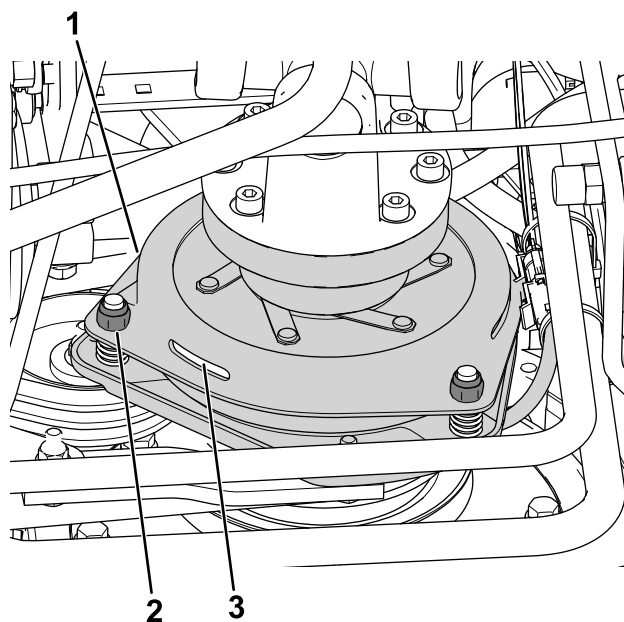

図 76
3. クラッチのライニングと摩擦プレートとの間のギャップを 0.3 mm のすきまゲージが軽い抵抗で通れるように調整する 図 76。
注 調整ナットを右に回すと隙間が小さくなります 図 76。整備時の隙間の最大値は 0.6 mm です。3ヶ所すべてのすき間を 0.4 mm (0.012") に調整してください。